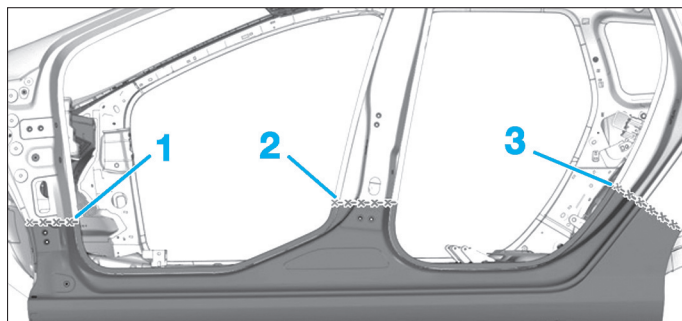

FIG. 104
- Tracer puis découper selon les lignes (1), (2) et (3) (Fig.104).